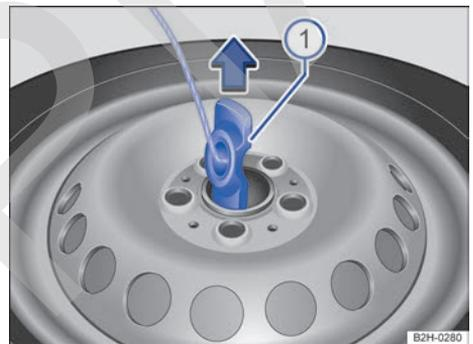

Fig. 176 Sacar el soporte para llantas del orificio de la llanta.
- Coloque el soporte para llantas → fig. 176 ① en vertical y extráigalo del orificio de la llanta, en el sentido de la flecha.